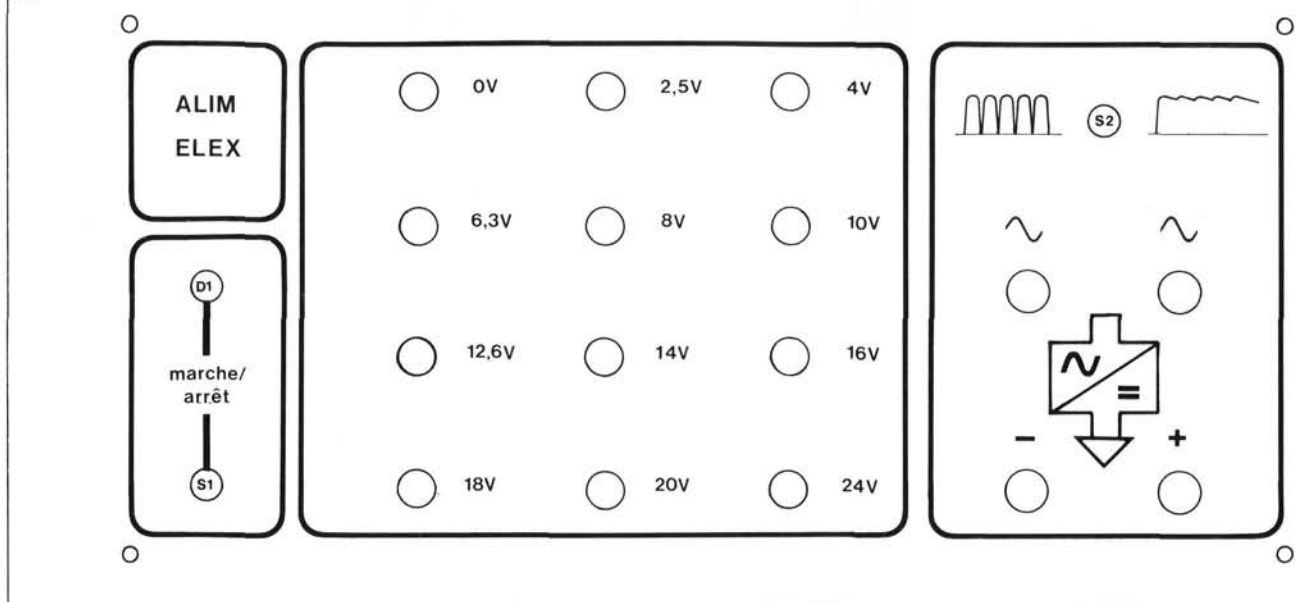

Figure 2 - Une disposition claire et aérée de la face avant permet d'utiliser l'alimentation sans hésitation ni risque d'erreur.
Comme nous avons débarrassé l'étage de sortie de son circuit de protection contre les surintensités, nous pouvons le représenter sous la forme simplifiée de la **figure 2**. la paire quasi-complémentaire T6/T7 est précédée d'une vraie paire complémentaire constituée par T4 (NPN) et T5 (PNP). C'est cette combinaison de PNP et de NPN qui permet d'amplifier les alternances positives et négatives du signal. Pendant les alternances positives du signal, c'est T4 qui est conducteur, son courant d'émetteur rend T6 conducteur et la tension appliquée au haut-parleur est positive. Pendant ce temps, T5 est bloqué puisqu'il voit sur sa base une tension positive par rapport à son émetteur. Les deux transistors de la branche négative ont un comportement symétrique : le haut-parleur voit une tension négative pendant les alternances négatives. L'un et l'autre groupes de transistors fonctionnent en émetteurs-suiveurs, c'est-à-dire que l'intensité de leur courant de collecteur (et d'émetteur) n'est limitée que par l'impédance du haut-parleur. La tension sur les émetteurs *suit*, aux tensions de seuil près, celle des bases. Le courant qui traverse le haut-parleur (courbe HP en bas à droite) est la somme des courants des deux groupes de transistors ( $I_{T6}$  et  $I_{T7}$ ).
**Figure 2 - Un coup d'oeil sur l'étage de sortie résumé à son principe. Chaque alternance du signal de sortie est fournie par une branche du montage pouche-poule. Les courants correspondants sont représentés à côté. Leur somme constitue le courant du haut-parleur.**
Les courbes de la **figure 2** sont toutes théoriques. En fait, avant que les transistors de sortie puissent conduire un courant correspondant à la tension de commande appliquée à leurs bases, il faut que cette tension ait dépassé le seuil de 0,6 à 0,7 V. un étage de sortie comme celui de la **figure 2** conduit en réalité des courants comme ceux de la **figure 3**. Que ces courbes soient moins belles à voir que les courbes théoriques ne serait pas gênant si le son produit n'était pas déformé. Cette distorsion s'appelle distorsion de croisement, elle est supprimée par le maintien en conduction per-
Les amplificateurs sont répartis en différentes classes, selon l'intensité de leur courant de repos. La classe B est celle du montage de la **figure 2**, sans courant de repos. La classe A est celle des puristes : le courant de repos est égal ou supérieur au courant maximal que doit débiter l'étage de sortie1. Entre les deux il y place pour une solution à la fois efficace et raisonnable : la classe AB, que nous avons retenue. L'intensité du courant de repos pourrait être fixée par un montage comme celui de la **figure 4a**, où la tension des trois seuils, évalués cha-
**Figure 3 - Les courbes de la figure 2 sont théoriques. En pratique, le seuil de conduction des transistors donne à la courbe du courant de sortie une forme brisée peu compatible avec les normes HiFi.**
La face avant représentée par la **figure 2** donne des indications sur le mode d'emploi de l'alimentation. Vous prélèverez sur les bornes adéquates de l'enroulement secondaire la tension alternative de votre choix. Suivant la nature du courant demandé par l'appareil à tester, vous pourrez utiliser la tension
Nous voyons sur la figure 2 pourquoi la capacité des condensateurs de lissage doit être si forte : le temps pendant lequel le courant n'est pas fourni directement par la ligne d'alimentation, mais par le condensateur, c'est-à-dire le temps qui passe entre deux sommets de la tension pulsée, ce temps est long. Quand la tension pulsée a chargé
**Figure 2 - Cette courbe de tension en dit long sur l'importance du condensateur de lissage. La tension redressée telle qu'elle pulse en sortie d'un redresseur n'est pas capable de faire face à la demande de courant des circuits alimentés, puisque cette tension revient aussi souvent à zéro qu'elle atteint sa valeur de crête. Grâce au condensateur de lissage et à sa charge, les vallées entre deux crêtes de tension sont comblées. Plus la capacité du condensateur est forte par rapport à l'intensité du courant consommé, moins l'amplitude de l'ondulation résiduelle  $U_{\text{ond}}$  sera forte. Hors charge, cette tension de ronflement disparaît ou diminue.**
Figure 2 - Le galet presseur est un organe essentiel du magnétophone. Il s'use beaucoup plus vite que le cabestan, et le moindre faux-ronde provoque un pleurage.